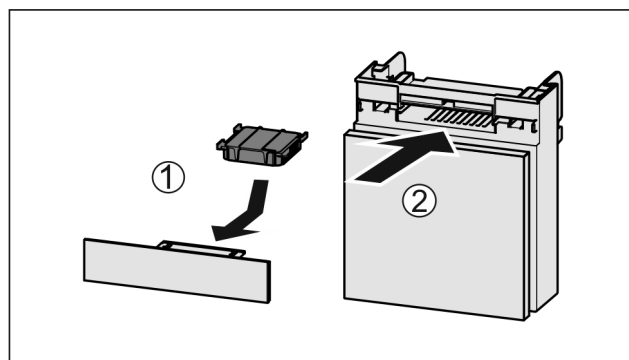

Fig. 153
- ▶ Anbring aktivkulfilteret som vis på billedet Fig. 153 (1).
- ▶ Skub rummet ind Fig. 153 (2).